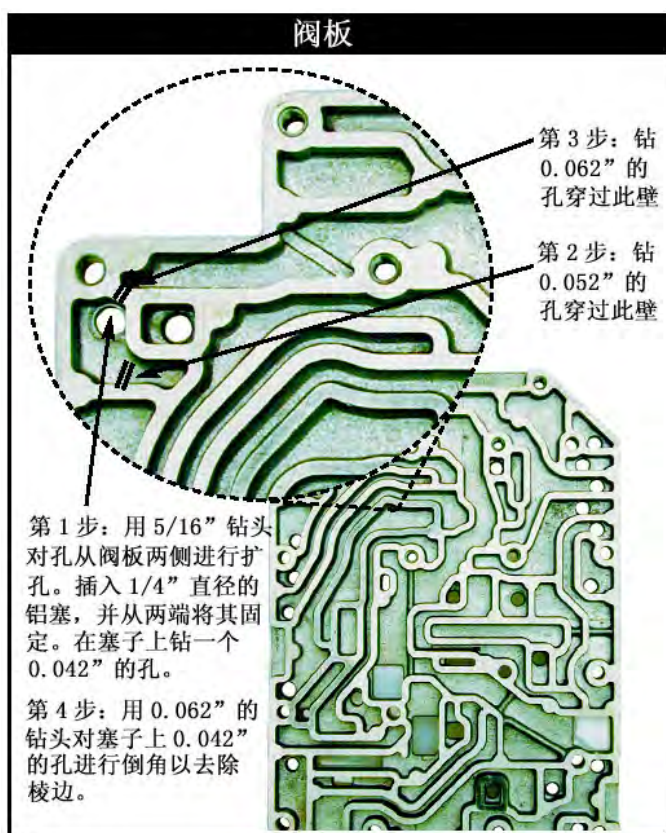

图 1
1. 用 5/16" 的钻头对 CCX 孔 (变扭器调节充油孔) 从阀板的两侧轻微地进行扩孔 (见图 1), 两侧的扩孔深度大约在 1/32"。这会产生一个肩角用来楔住插入的铝塞。将直径 1/4"、长 0.225" 的铝塞从阀板的这一侧插入并钻进孔内, 直到紧固。确保阀板靠箱体的一侧表面平滑, 如必要, 则进行打磨或挫平。在这个塞堵上钻一个 0.042" 的节流孔。
2. 在阀板上 (见图 1), 在图中所指示的地方钻一个 0.052" 的孔穿过阀板壁。这将连接差速器和前润滑油路。
3. 在阀板上 (见图 1), 在图中所指示的地方钻一个 0.062" 的孔穿过阀板壁。这将连接主油路到润滑油路。
4. 在铝塞的 0.042" 的孔上 (见图 1), 用相同的 0.062" 钻头对其进入端进行倒角以去除棱边。